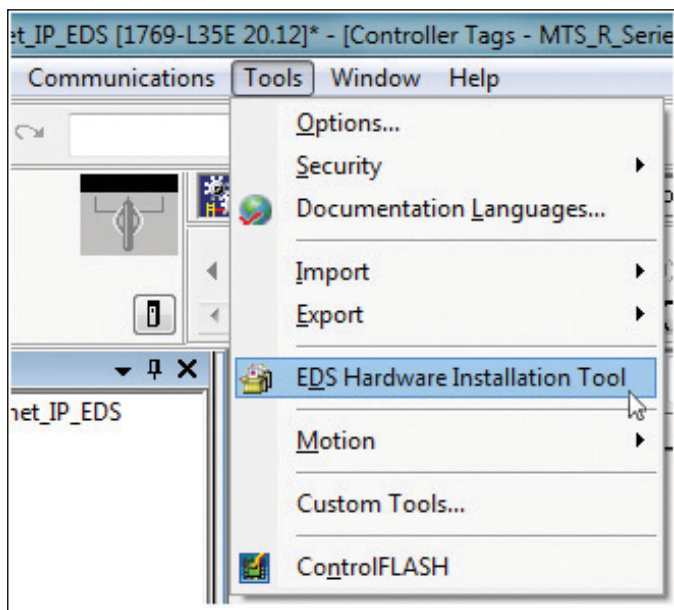

Abb. 108: „EDS Hardware Installation Tool“ anklicken
2. Klicken Sie unter dem Menü „Tools“ den Eintrag „EDS Hardware Installation Tool“ an (Abb. 108).